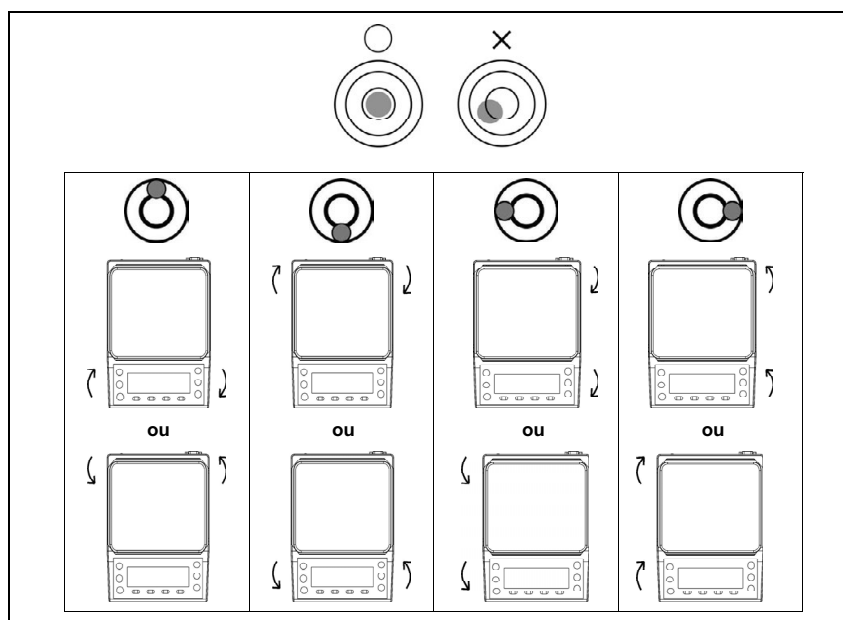

Figure 2-7. Mettre la balance de niveau
2. Régler les pieds de la balance jusqu'à ce que le niveau de la bulle soit centré dans le cercle au centre. Se reporter à Figure 2-7 pour obtenir des instructions illustrées sur le réglage des pieds afin de mettre la balance à niveau en déplaçant la bulle au centre.